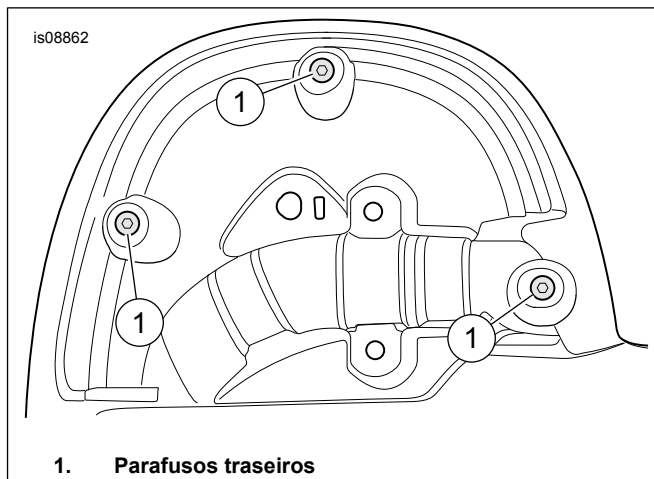

Figura 1. Parafusos traseiros
1. Veja Figura 1 . Na parte traseira de uma carenagem, remova os parafusos traseiros (1).